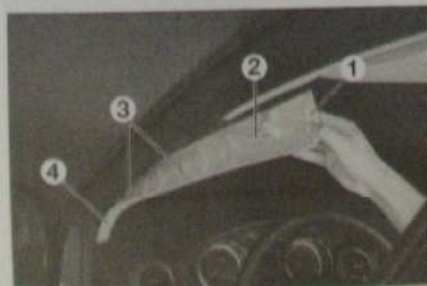

Fig. 1
- Des deux côtés, dégrafer la garniture (1) en (2), (3) et (4) (Fig. 1).